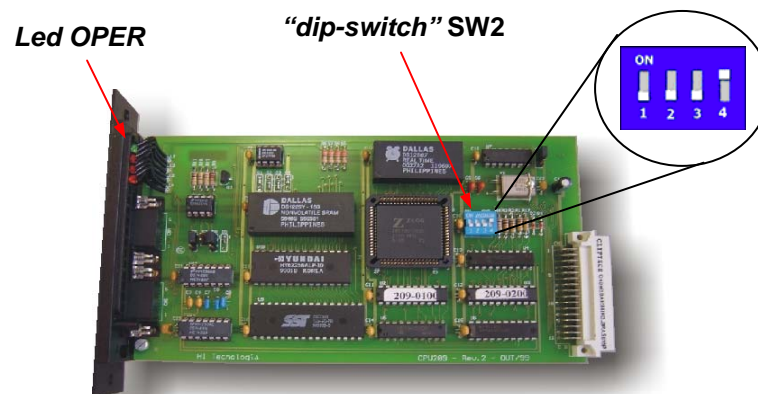

Figura 1: Localização da "*dip-switch*" de inicialização no módulo CPU209 – Revisão 2
3. Localizar a "*dip-switch*" SW2, conforme apresentado na figura 1 a seguir:
10. Localizar a "*dip-switch*" SW2, conforme apresentado na figura 1: